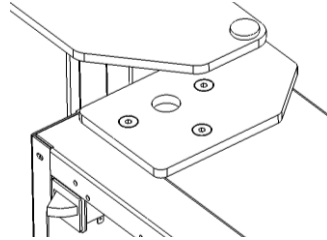

Fig.4
Abra la puerta al menos 90 grados. Mientras alguien sostiene la puerta en su lugar para evitar que se doble o dañe el pivote inferior, retire los tres (3) tornillos hexagonales de 5/32" / tornillos Allen que sujetan el conjunto de la bisagra superior a la parte superior de la puerta (consulte la Fig. 4). Una vez que se quitan estos tornillos, la puerta debe levantarse verticalmente de la bisagra inferior. El pasador de la bisagra inferior descansa sobre las arandelas de nylon para proporcionar la altura adecuada de la puerta y un funcionamiento suave; conserve estas arandelas para volver a armarlas.